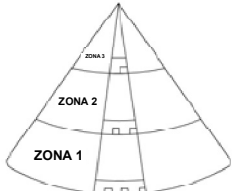

Figura 1
- Marca las zonas colocando una cuerda en la punta del cono y con tiza marca una línea alrededor de la circunferencia (ver figura 1).